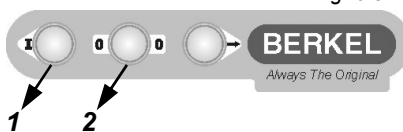

Fig. 5.3.1
5.3 - Verifica efficienza del pulsante di arresto (fig. 5.3.1)
Con macchina allacciata alla rete e utensile in movimento, premere il pulsante di arresto "2" Fig. 5.3.1. La macchina deve fermarsi.
Per avviare la macchina, basta premere il pulsante di marcia ("1" Fig. 5.3.1), dopo aver collegato correttamente la spina alla presa della corrente elettrica e la macchina si aziona.
Per arrestare la macchina, basta premere il pulsante di arresto, "2" Fig. 5.3.1 e la macchina si ferma.